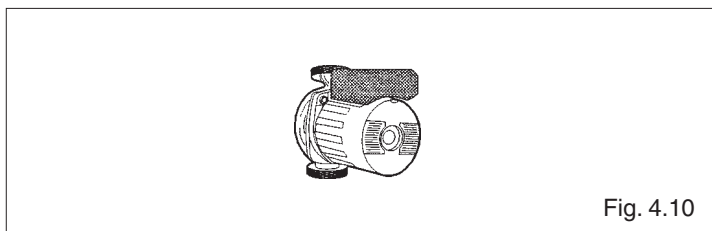

Fig. 4.10
- verificare la libera e corretta rotazione del circolatore (se presente) (fig. 4.10)